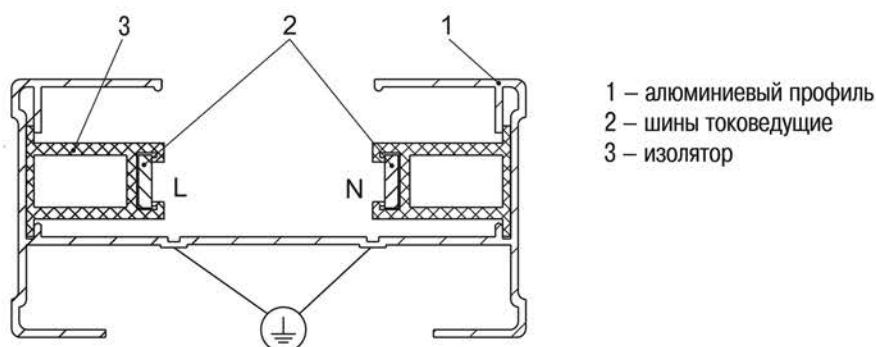

Рисунок 1
2.2 Шинопровод однофазный представляет собой алюминиевый профиль 1 (рисунок 1) с латунными шинами 2 внутри и изолятором 3, выполняющим функцию диэлектрика между токоведущими проводниками и профилем.
3.1.3 В состоянии поставки на секцию однофазного шинопровода предварительно установлены кабельный ввод и торцевая заглушка (рисунок 1).